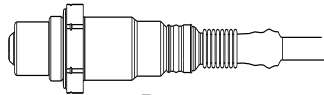

Рис. 9-4
4. Датчик содержания кислорода в отработавших газах / лямбда-зонд (рис. 9-4)